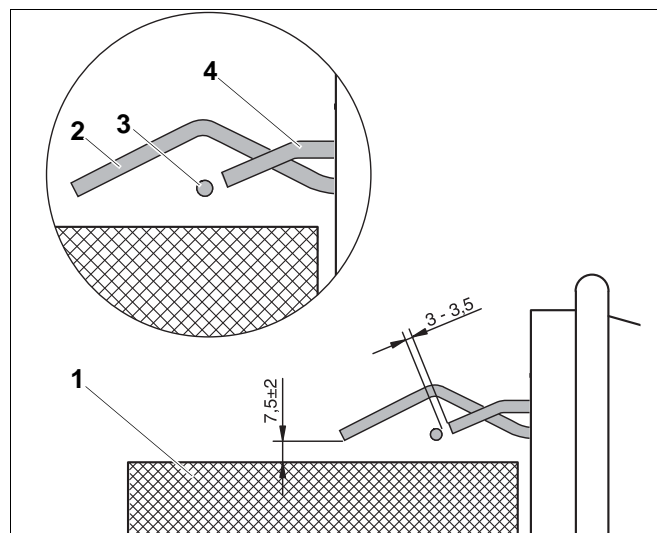

Рис. 26 Проверка положения электродов (размеры в мм)
- Измерьте расстояния между электродами согласно рис. 26, при необходимости отрегулируйте их.
- Выставьте крепление электродов так, чтобы их положение соответствовало показанному на рис. 26.
- Проверьте обгорание электродов, т.е. расстояние между запальными электродами (рис. 26).